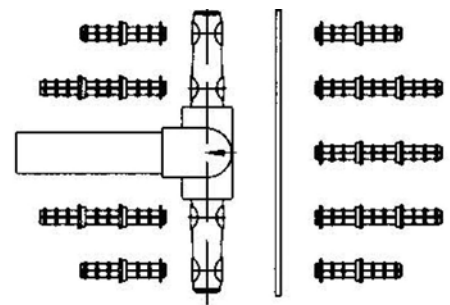

fig. 1
**NOTE:** si vous avez des crépines de longueurs différentes (*voir fig. 1*), le nombre total de trous calculé (64 dans l'exemple) doit être percé, mais réparti de manière équilibrée en fonction de la taille de chacune.